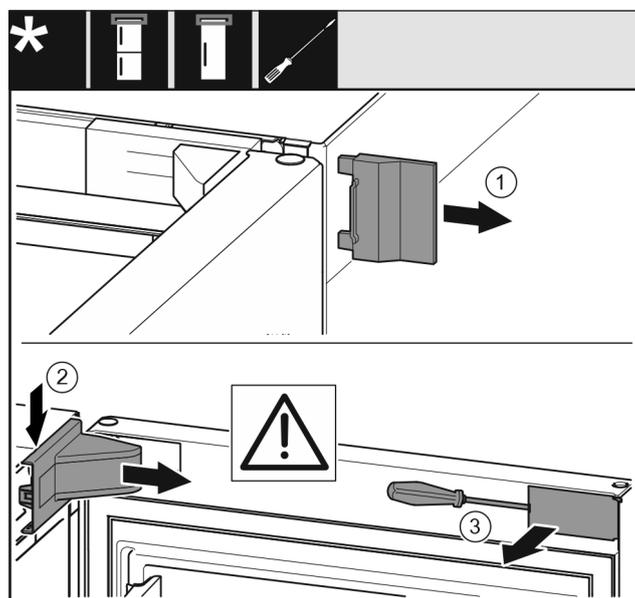

Fig. 9
- Rimuovere la copertura esterna Fig. 9 (1).
- Disinnestare e rimuovere la copertura del blocco di supporto Fig. 9 (2).
- Disinnestare la maschera Fig. 9 (3) con un cacciavite a intaglio e ruotarla lateralmente.